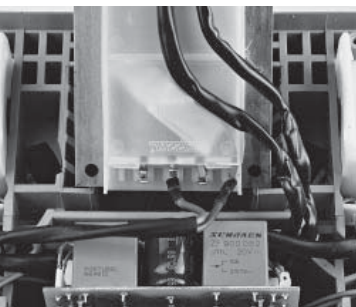

Abb. 2
2. Trafo ohne Primärsicherung: alte Netzleitung am Trafo entfernen. (Abb. 2)